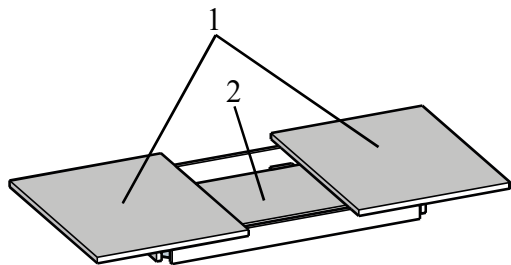

РИС. 1
Шаг 1. Раздвиньте столешницу (1), как показано на рис.1.